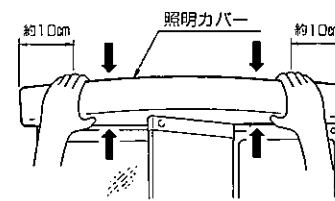

図1
- ①照明用スイッチを切ります。
- ②照明カバーの両端から10cm位の所の上面と下面を軽く挟んで持ち、手前に引き抜きます。(図1)